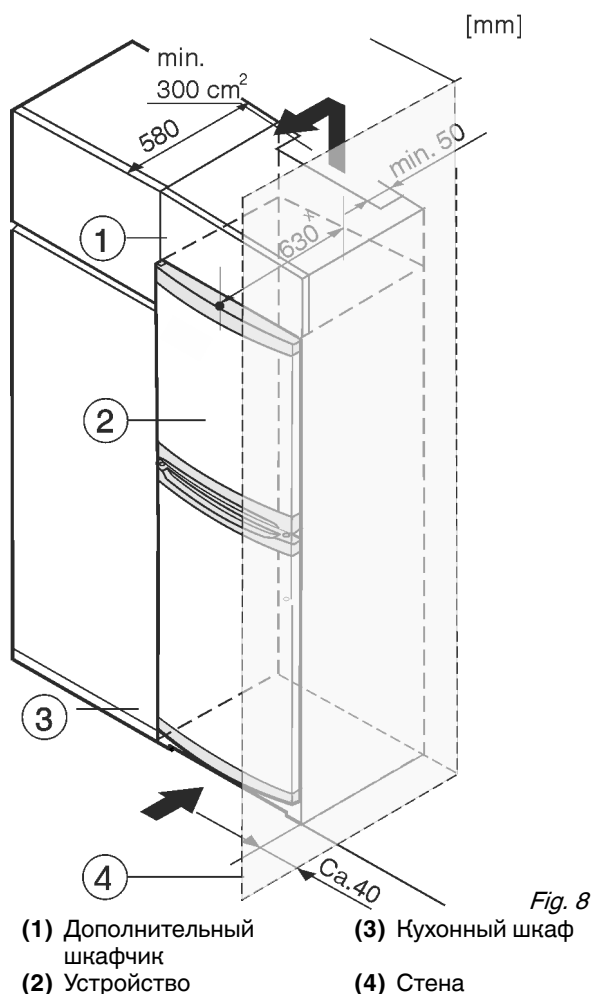

Fig. 8
Устройство может быть окружено кухонными шкафами. Чтобы уравнивать устройство Fig. 8 (2) по высоте с кухонной стенкой, можно установить над устройством дополнительный шкафчик Fig. 8 (1).
При комбинировании с кухонными шкафами (глубина макс. 580 мм) устройство можно установить непосредственно рядом с кухонным шкафом Fig. 8 (3). Устройство выступает сбоку на 34 мм * и по центру на 50 мм * относительно передней стенки кухонного шкафа.
Если устройство установлено на шарнирах у стены *Fig. 8 (4)*, то расстояние между устройством и стеной должно быть не менее 40 мм. Настолько выступает ручка при открытой дверце.